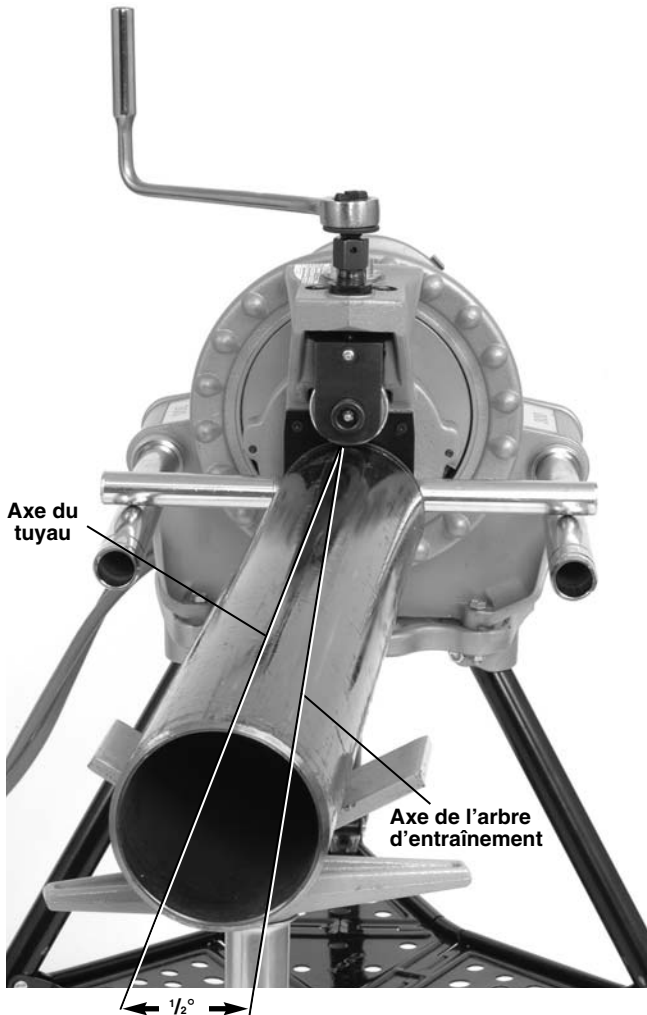

Figure 9 – Déport du tuyau de 0,5 degrés vers l'opérateur (schématisé)
7. Déportez légèrement l'extrémité du tuyau et les portetubes vers l'utilisateur pour obtenir une dérivation d'environ 0,5 degrés (voire, 25 mm à 3 mètres de la rainureuse). Ce léger déport aidera à aligner le tuyau en cours de rainurage (Figure 9).
- Augmentez légèrement de déport axial du tuyau de 1/2 degré à 1 degré (*Figure 9*).